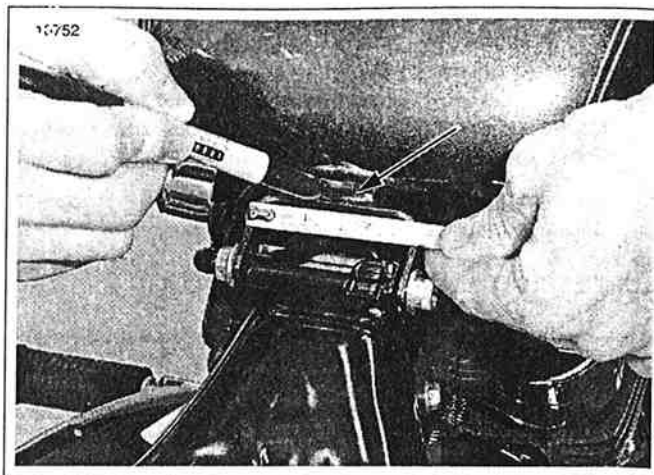

Figura 4-18. Marcado de la línea del centro del tanque de combustible
1. Vea la Figura 4-18. Mida y marque la línea del centro del tanque de combustible en la parte trasera del tanque.